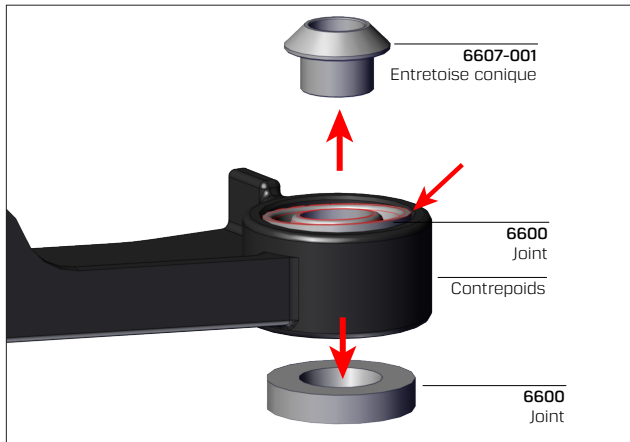

Fig. 5.
- Comme illustré à la Fig. 5, retirez l'entretoise conique n° **6607-001** du contrepois.